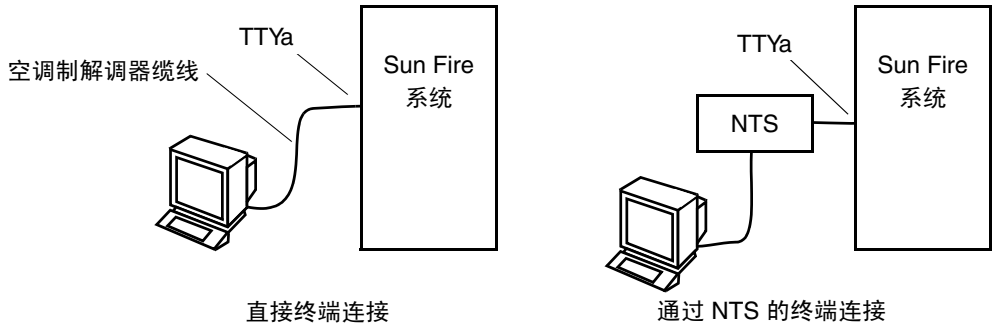

图 5-3 串行缆线连接
2. 将串行缆线的另一端连接到选定的 ASCII 终端或 NTS 服务器（图 5-3）。